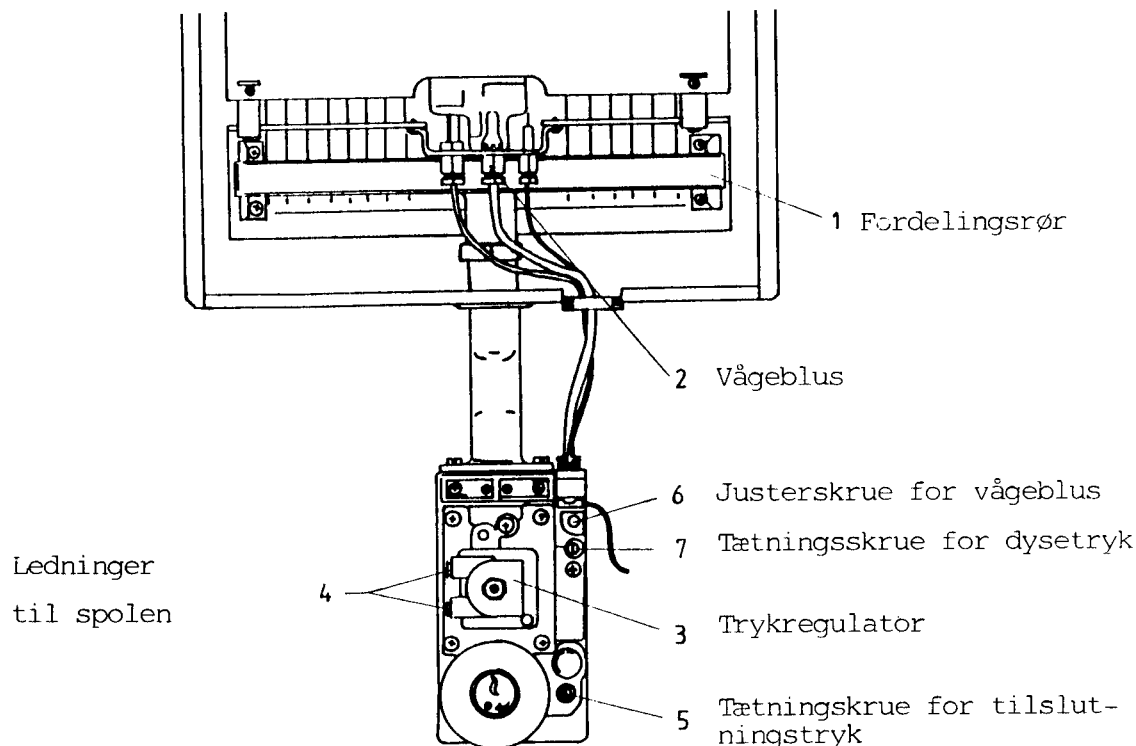

Fig. 14
4. Udskift trykreguleringsfjederen i trykregulatoren. Adskil hele magnetspolen undtagen selve trykregulatoren ved at starte med låsemøtrik o.s.v. (Se fig. 14 A). Monter ny trykreguleringsfjeder: F-gas fjeder er cylinerformet og N-gas fjeder er konisk.
5. Derefter samles magnetspolen til og med justerskrue for max. (Se fig. 14 A). Vent til senere med at montere justerskrue for min.
Derefter afmonteres ledning fra stikben 1 på termostat for brugsvand (Se fig. 15 for 900 A og fig. 16 for 900 B). Derefter drejes på justerskrue for max. (fig. 14 A) indtil følgende dysetryk og gasforbrug opnås:
Monter justerskrue for min. (fig. 14 A) med låsemøtrik.
Derefter drejes på justerskrue for min. (fig. 14 A), indtil følgende dysetryk og gasforbrug opnås:
Fig. 14 a